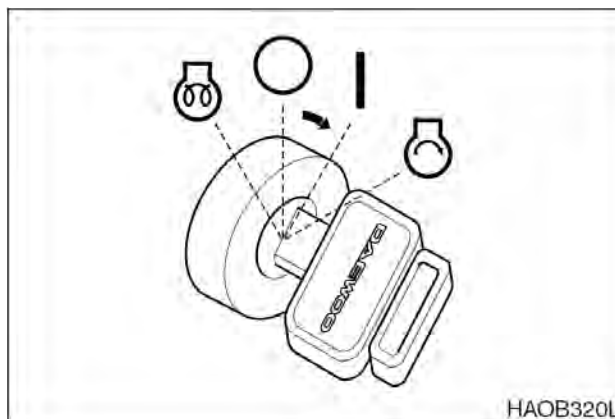

Рис. 4
5. Повернуть ключ стартера в положение "I" (Включен), рис. 4. Проверить все световые индикаторы. Через 2 секунды все световые индикаторы, кроме перечисленных ниже, должны выключиться.